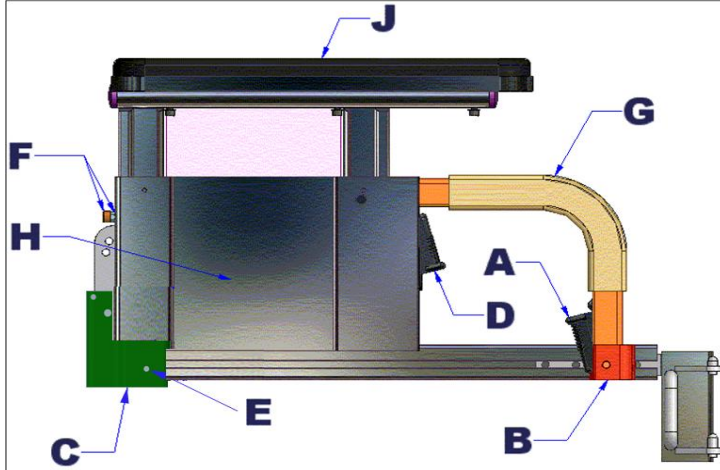

Figure 33-A : Appuie-bras en "U" réglable en hauteur.
- 1- Pour escamoter l'appuie-bras, appuyer sur la manette (A) puis saisir l'appui de transfert (G) en exerçant un mouvement vers le haut (voir; figure 33-A).
- 2- Pour rabattre l'appuie-bras, aligner l'appui de transfert (G) dans le socle (B) et exercer une pression vers le bas. Il se peut que vous ayez à exercer une légère pression sur la manette (A) pour permettre son verrouillage.
- 1- Procéder selon 5.3.1 pour escamoter légèrement l'appuie-bras de son socle avant (**B**) (voir; figure 33-A).
- 1- Dévisser un peu l'écrou de blocage et la vis (**F**) du panneau latéral d'appuie-bras (**H**) à l'aide d'une *clé plate 8 mm* et d'une clé pour vis à six pans creux 4 mm (voir; figure 33-A).